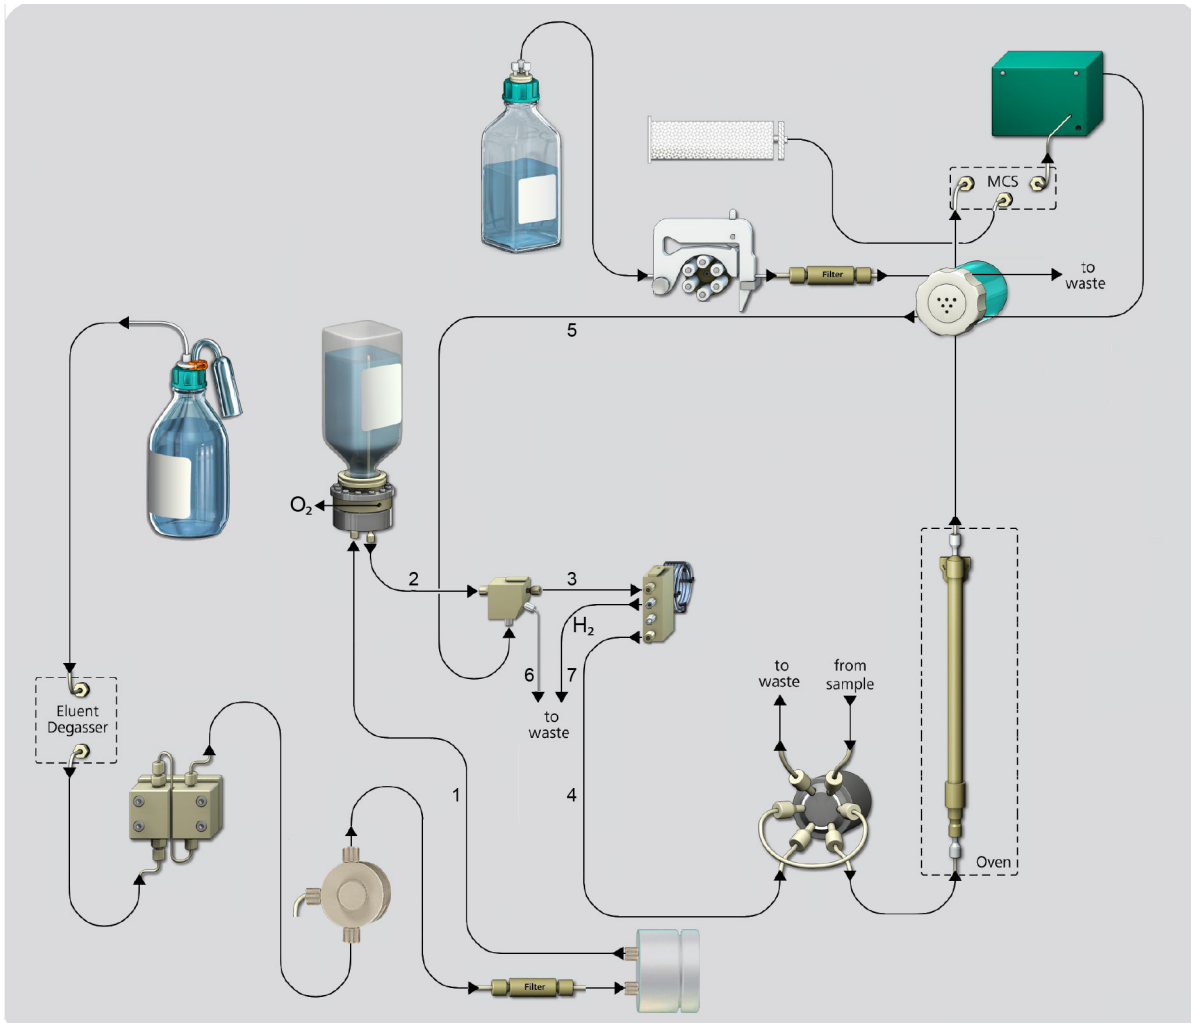

Abbildung 17 948 Continuous IC Module mit Leitfähigkeitsdetektion und SeS – Flusspfad mit STREAM
- **STREAM** (*siehe Abbildung 17, Seite 34*):